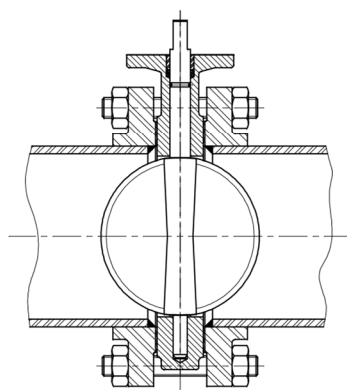

Fig. 3
- 6 - Alinhar a válvula com os flanges, abrir totalmente a borboleta verificando o livre funcionamento, em seguida voltar na posição semi-aberta para dar o aperto final nos parafusos, que deve ser feito em forma de cruz. Não apertar excessivamente, apenas o suficiente para a vedação dos flanges (Fig. 3).